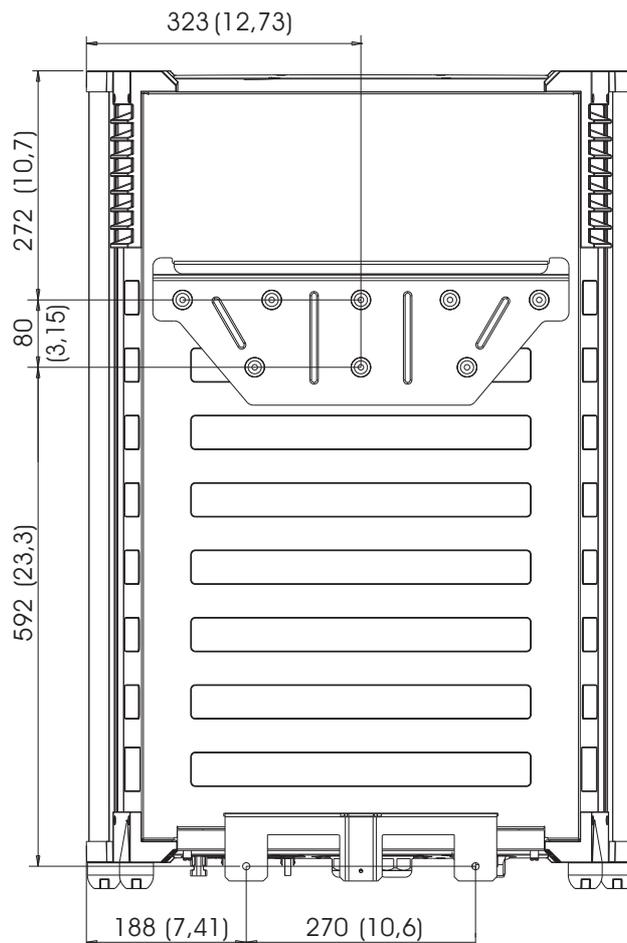

Figura 15: Schema di foratura del supporto e della custodia
- 1 Fissare il CS15TL/CS20TL alla parete, iniziando dal supporto di montaggio. Vedi figura 15. Utilizzare le viti e le spine adatte.